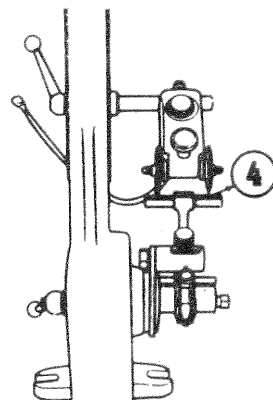

Fig. 35. — Contrôle de la bielle au réglo-bielle 4. Faux axe
La bielle doit être contrôlée à l'aide du faux arbre (4) sur un appareil de vérification d'équerrage et vrillage (réglo-bielle EMDA-Danger par exemple) (fig. 35).